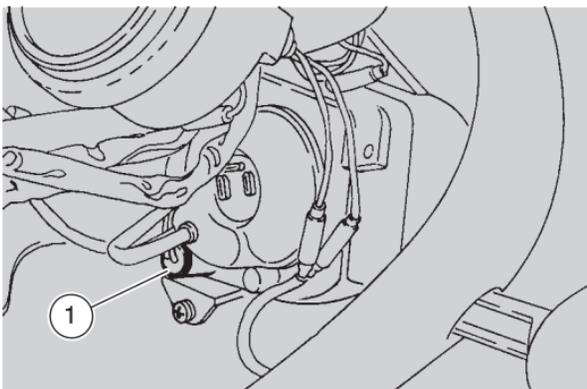

Fig. 56
- togliere il portalampada in gomma (1-Fig. 56) ed estrarre la lampadina;